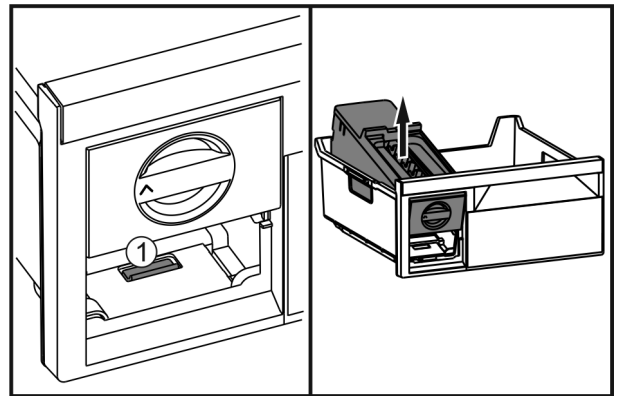

Fig. 39
- ▶ Lasche Fig. 39 (1) drücken, EasyTwist-Ice von hinten anheben und aus dem Gefrierschubfach herausnehmen.